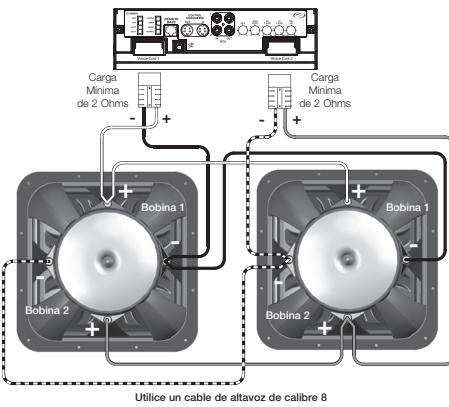

Figura 7
6. Bajo Remoto (Control del Nivel) Con el control del nivel bajo remoto, puede controlar a distancia el nivel del subwoofer(s). Para instalar el control remoto de nivel del bajo, atornille brazo de soporte metálico en el lugar escogido. Luego deslice la caja protectora por el brazo metálico hasta que se acople a la misma. Tienda el cable desde el controlador al enchufe "Bajo Remoto" en el chasis del amplificador. Vea la Figura 7.